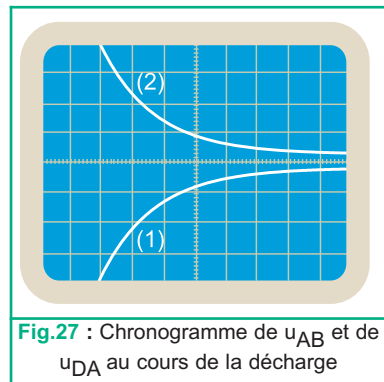

Fig.27 : Chronogramme de  $u_{AB}$  et de  $u_{DA}$  au cours de la décharge
- sur la voie  $Y_1$ , l'oscillogramme (1) de la figure 27 qui représente la tension  $u_{DA}$  aux bornes du résistor, positive lors de la charge, est devenue négative.
- sur la voie  $Y_2$ , l'oscillogramme (2) de la figure 27 qui représente la tension  $u_{AB}$  aux bornes du condensateur qui n'est autre que la tension  $u_{BA}$  changée de signe. Cette tension  $u_{AB}$ , tout en restant positive, diminue progressivement jusqu'à s'annuler.